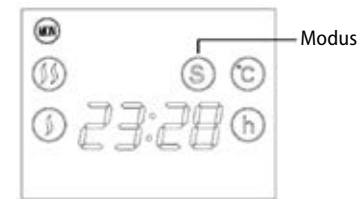

Abb. 2
2. Bohren Sie die Öffnungen an den beiden Seiten an der Wand und danach legen Sie darin Kunststoffdübel ein. Befestigen Sie den Halter in der Wand mit Hilfe einer Schraube, siehe Abbildung 2.
Drücken Sie **SET** zum Wechsel in den Arbeitsmodus. Die Anzeige des Displays wird siehe Abb. 2 sein, auf dem Display wird **S** angezeigt.